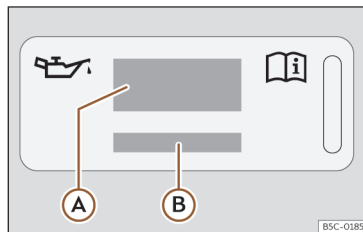

Abb. 227 Im Motorraum: Aufkleber mit Motoröl-Spezifikationen
Legende zur >>> (Abb. 227):
Wenn Motoröl nachgefüllt werden muss, verwenden Sie eines der auf dem Aufkleber angegebenen Motoröle >>> (Abb. 227). Der Aufkleber mit der vorgeschriebenen Motoröl-Norm befindet sich im vorderen Bereich des Motor-
• Wenn der Aufkleber mit den Motoröl-Spezifikationen >>> (Abb. 227) fehlt, wenden Sie sich an einen Fachbetrieb.